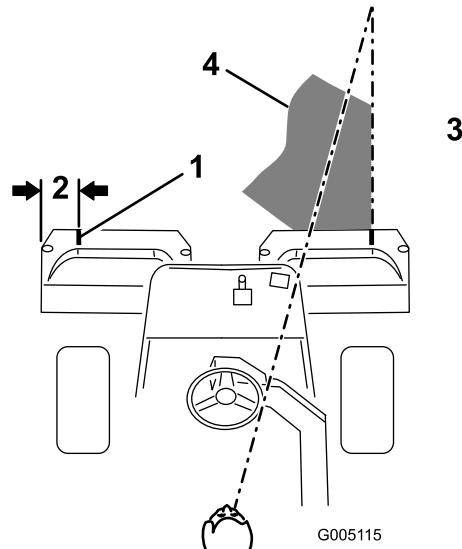
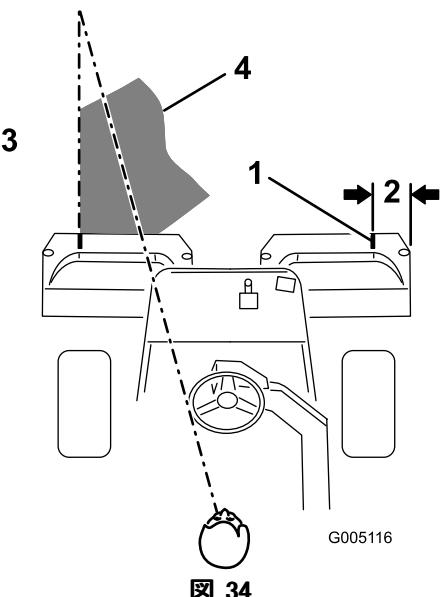

図 33
図34
2. その位置に白色テープか白ペンキで集草箱の縁と平行に目印を入れる（図 33）。
- 行きと帰りでのオーバーラップができるだけ小さくなるように運転します。隣の列との距離を一定に保って直進するには、本機の前方約2~3mを視野に捕らえておくのがポイントです（図33および図34）。ハンドルを目印にして距離を合わせても良いでしょう。その場合、ハンドルの縁と本機前方の目標ラインとを重ねて見ながら運転します（図33および図34）。